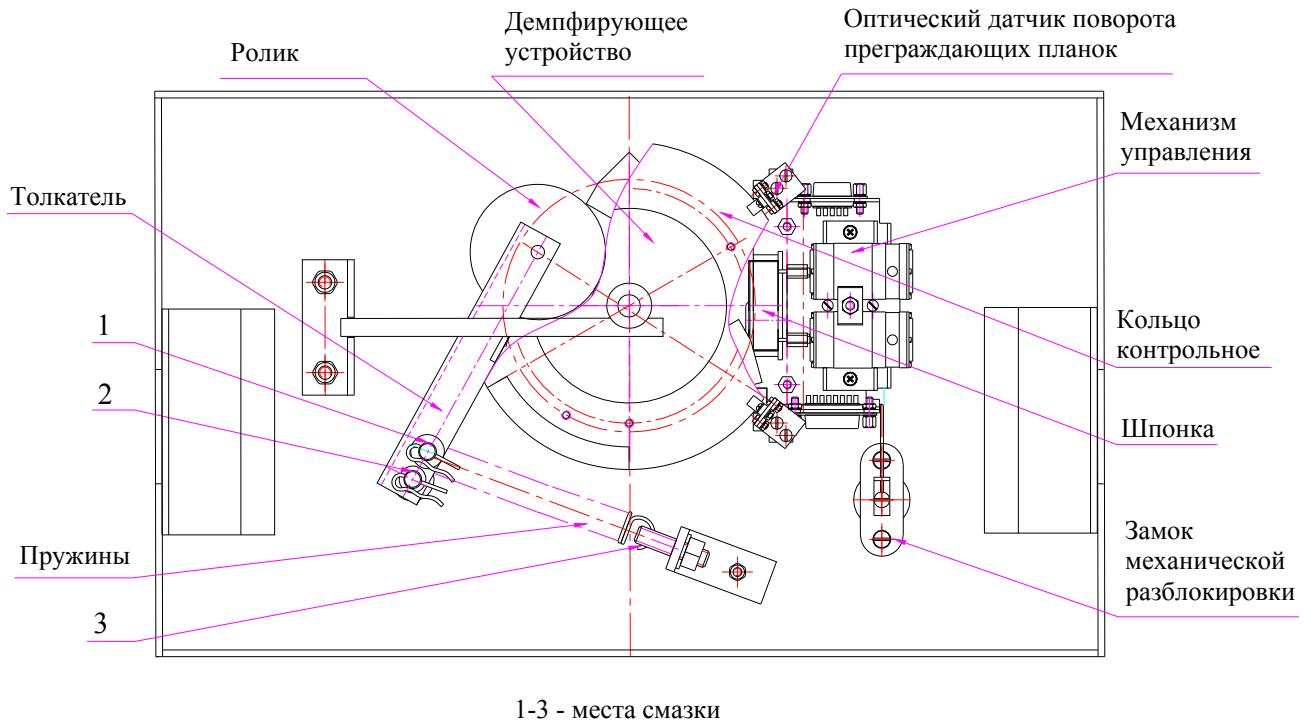

Рисунок 9 — Расположение внутренних деталей и узлов стойки КТС01.3
- снимите крышку (3) в порядке, указанном в разделе 6;
- осмотрите устройствоворота (толкатель, пружины и ролик), оптические датчики поворота преграждающих планок и демпфирующее устройство (см. рисунок 9);